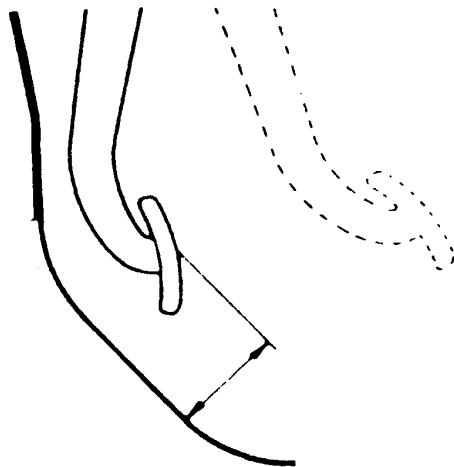

图 3-3 检查踏板和搁脚板之间的距离
(3) 如图 3-3 所示，将离合器踏板往下推数次，并检查踏板和搁脚板之间的距离是否符合离合器分离时的标准数值，标准值应在 90mm 以上。